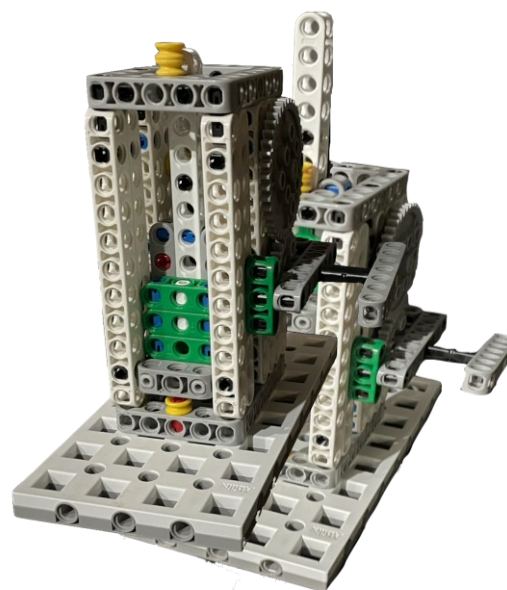

图 1-7-2：任务完成状态
1.7.2 机器人通过转动模型右侧转柄，使绿色能源成功吸附至顶部的磁铁上，如图 1-7-2 所示，得 20 分：